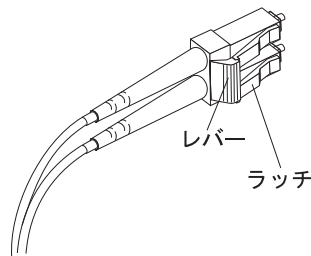

図 35. LC-LC ファイバー・チャネル・ケーブルのレバーおよびラッチ
1. 図 35 に示すように、SFP モジュールまたはホスト・バス・アダプターに接続した LC-LC ケーブルの端のレバーを押したまま、ラッチを解放します。